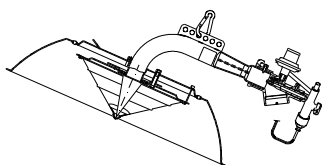

Fig. 13
- Situar el aparato en la posición indicada en la Fig.13.
- Place the system in the position indicated in Fig.13.
- Mettre l'appareil dans la position indiquée sur la Fig. 13.